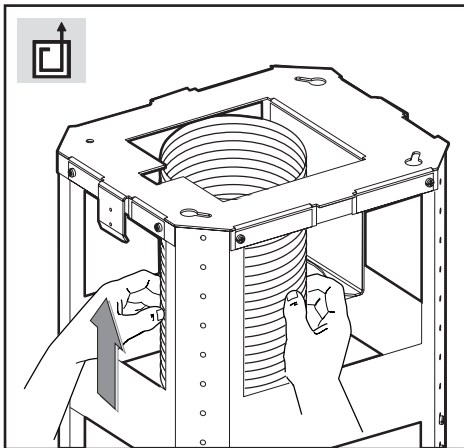

Fig.7
• **Versione aspirante:** fissare il tubo flessibile al foro di evacuazione aria predisposto (Fig.7).